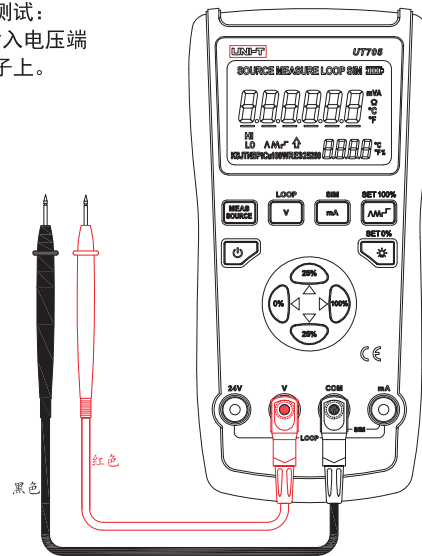

图4
- 按下图4所示把校验仪的输入电压端子接到外部电压源激励端子上。